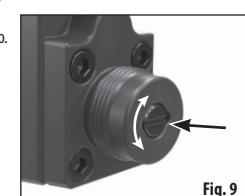

Fig. 9
5. Com uma pequena chave de fendas de cabeça chata, rode o parafuso no sentido horário para reduzir a pressão regulada ou no sentido anti-horário para aumentar a pressão regulada (Fig. 9).